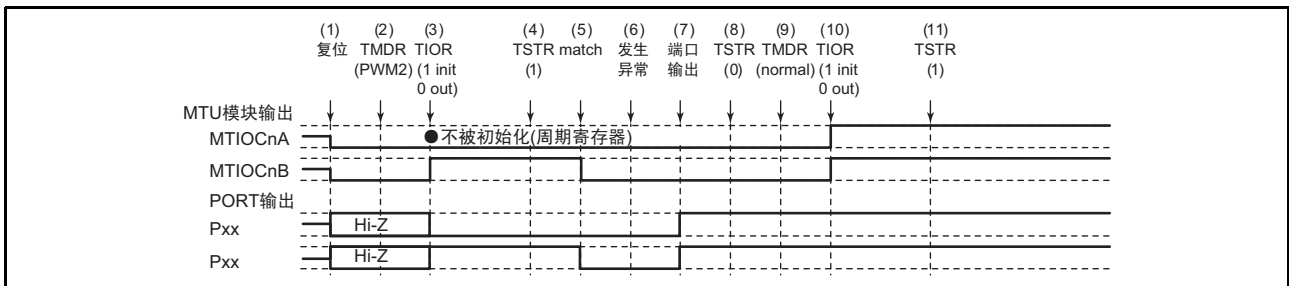

图 16.153 在 PWM 模式 2 中发生异常并且在正常模式中恢复的情况
在 PWM 模式 2 中发生异常并且重新设定后在正常模式中重新开始的说明图如图 16.153 所示。
(1) ~ (8) 和图 16.153 通用。
(9) 设定 PWM 模式 1。
(10) 必须通过 TIOR 寄存器对引脚进行初始化（在 PWM 模式 1 中不将波形输出到 MTIOcNB (MTIOcND) 引脚。如果有应该输出的电平，必须通过 I/O 端口的数据方向寄存器 (DDR) 和数据寄存器 (DR) 设定通用输出端口)。
(11) 通过 TSTR 寄存器重新开始。
(15) 在 PWM 模式 2 的运行过程中发生异常并且在 PWM 模式 2 中重新开始时的运行
(9) 在 PWM 模式 2 中重新开始的情况下不需要此步骤。
(10) 必须通过 TIOR 寄存器对引脚进行初始化（在 PWM 模式 2 中不将波形输出到周期寄存器的引脚。如果有应该输出的电平，必须通过 I/O 端口的数据方向寄存器 (DDR) 和数据寄存器 (DR) 设定通用输出端口)。
(16) 在 PWM 模式 2 的运行过程中发生异常并且在相位计数模式中重新开始时的运行
- (1) ~ (8) 和图 16.153 通用。
- (9) 设定相位计数模式。
- (10) 必须通过 TIOR 寄存器对引脚进行初始化。
- (11) 通过 TSTRA 寄存器重新开始。
(17) 在相位计数模式的运行过程中发生异常并且在正常模式中重新开始时的运行